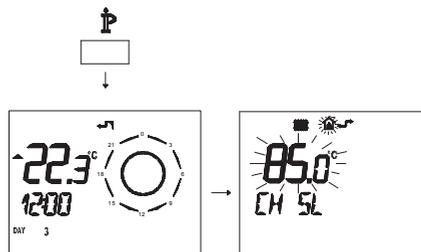

Figura 5.36
- Premere per più di 3 secondi il pulsante  $\text{P}$  per entrare in modalità **INFO** (Figura 5.36).